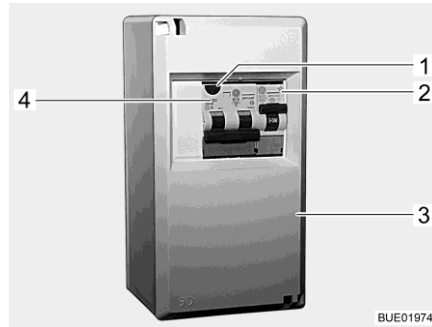
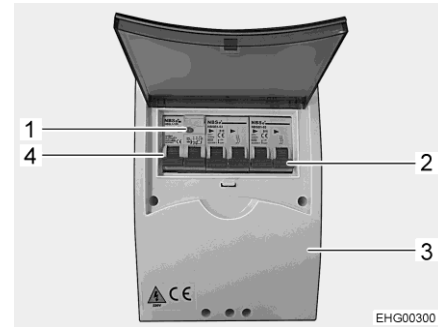

Fig. 131 Coffret de fusibles 230 V
Fig. 132 Coffret de fusibles 230 V (variante)
Un disjoncteur différentiel/de protection de circuit combiné (Fig. 131,4 ou Fig. 132,4) dans le coffret de fusibles (Fig. 131,3 ou Fig. 132,3) protège tout le véhicule contre le courant différentiel (0,03 A).
Sur les véhicules possédant un équipement particulier tel que la climatisation, un disjoncteur de protection de circuit supplémentaire (10 A) (Fig. 131,2 ou Fig. 132,2) protège l'appareil.
■ Lorsque le véhicule est raccordé à l'alimentation 230 V, appuyer sur la touche de contrôle (Fig. 131,1 ou Fig. 132,1). Le disjoncteur différentiel doit se déclencher.